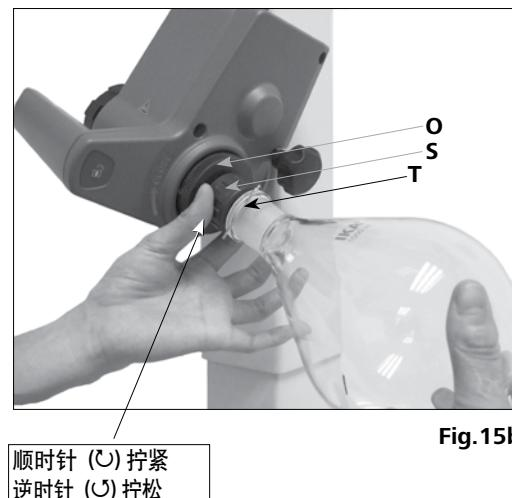

Fig.15b
- 逆时针旋转带固定夹 (**S**) 的塑料螺母 (**P**) 直至固定夹可以扣在法兰上。 (Fig. 15b)